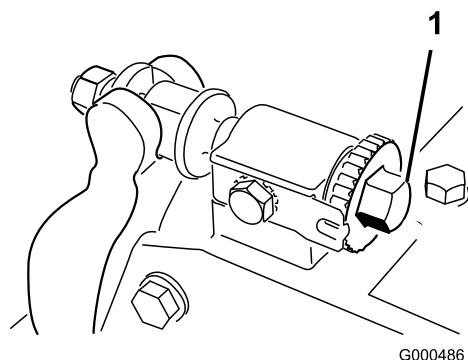

図 11
1. カッティングユニットを平らな水平の作業台の上に置く。ベッドバー調整ねじを左に回してベッドナイフとリールの接触をなくす 図 11。